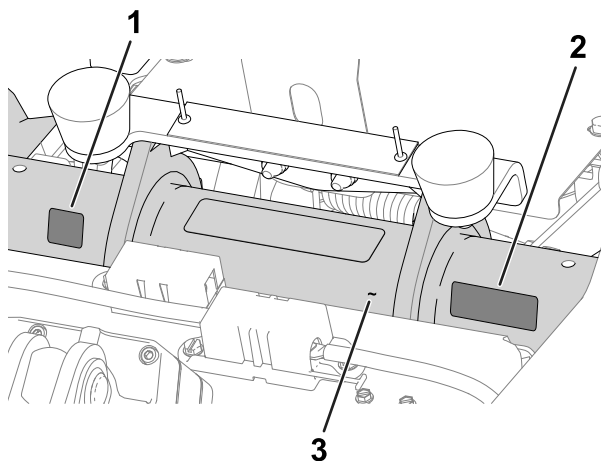

Figura 11
- **Autocolante do ano de fabrico e autocolante CE/UKCA:** aplique os autocolantes no tubo da estrutura por baixo do banco e da placa do número de série; consulte a Figura 11.